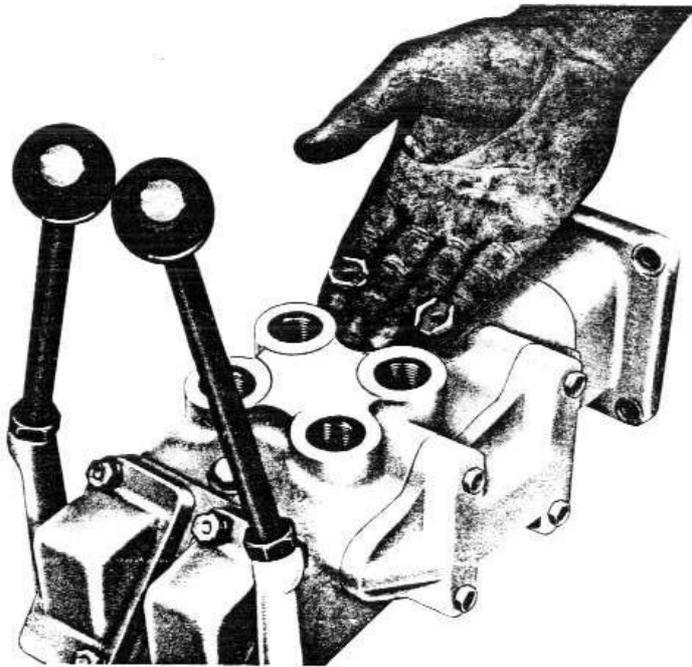

FIG. 2
- 2 - (figure 2) - Sortir les deux restricteurs des orifices d'alimentation.